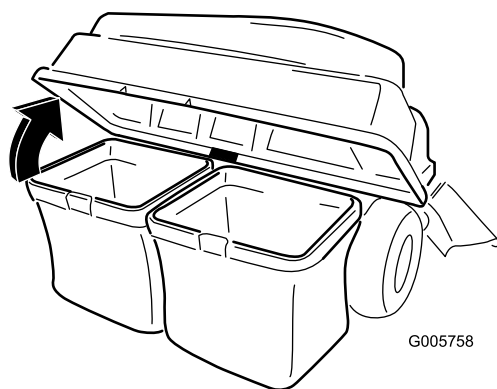

Figura 42
3. Alzate il coperchio del sistema di raccolta per aprirlo (Figura 42).